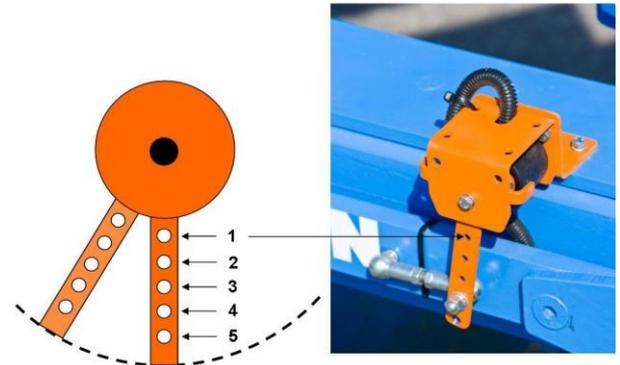

Abbildung 6 LÖcher Winkelsensorarm
3. Positionieren Sie den Pflug und den Winkelsensor beide in mittlere Position. Wählen Sie, abhängig von der Reichweite des Winkelsensors, das zu benutzende Loch im Sensorarm. Siehe Tabelle 1 und Abbildung 6. Indem Sie das optimale Loch auswählen, wird ein größtmöglicher Spannungsbereich des Sensors benutzt. Jetzt kann die richtige Position des Kugelgelenks im Breitebalken bestimmt werden. Markieren Sie jetzt die Stelle, an der das Kugelgelenk zu befestigen ist. Bohren Sie hier ein Loch und schneiden Sie einen Draht mit einem Gewindebohrer.